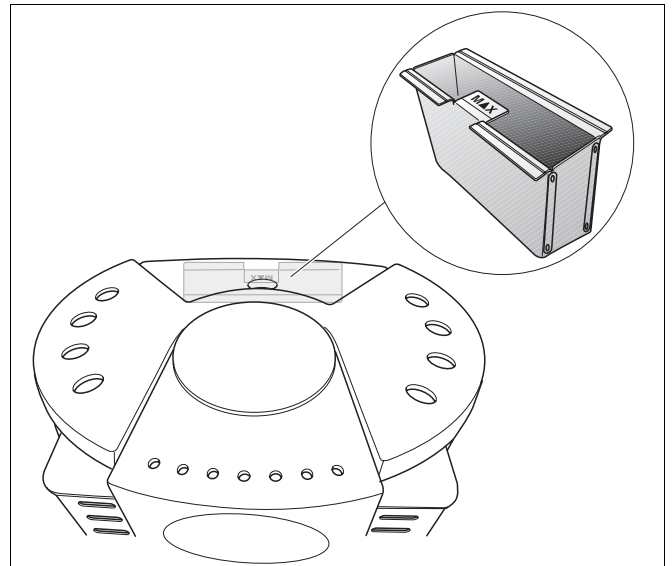

Abb. 13 Luftbefeuchter einsetzen (unter der Abdeckkachel)
- Luftbefeuchter in den Kaminofen einsetzen (Abb. 13).